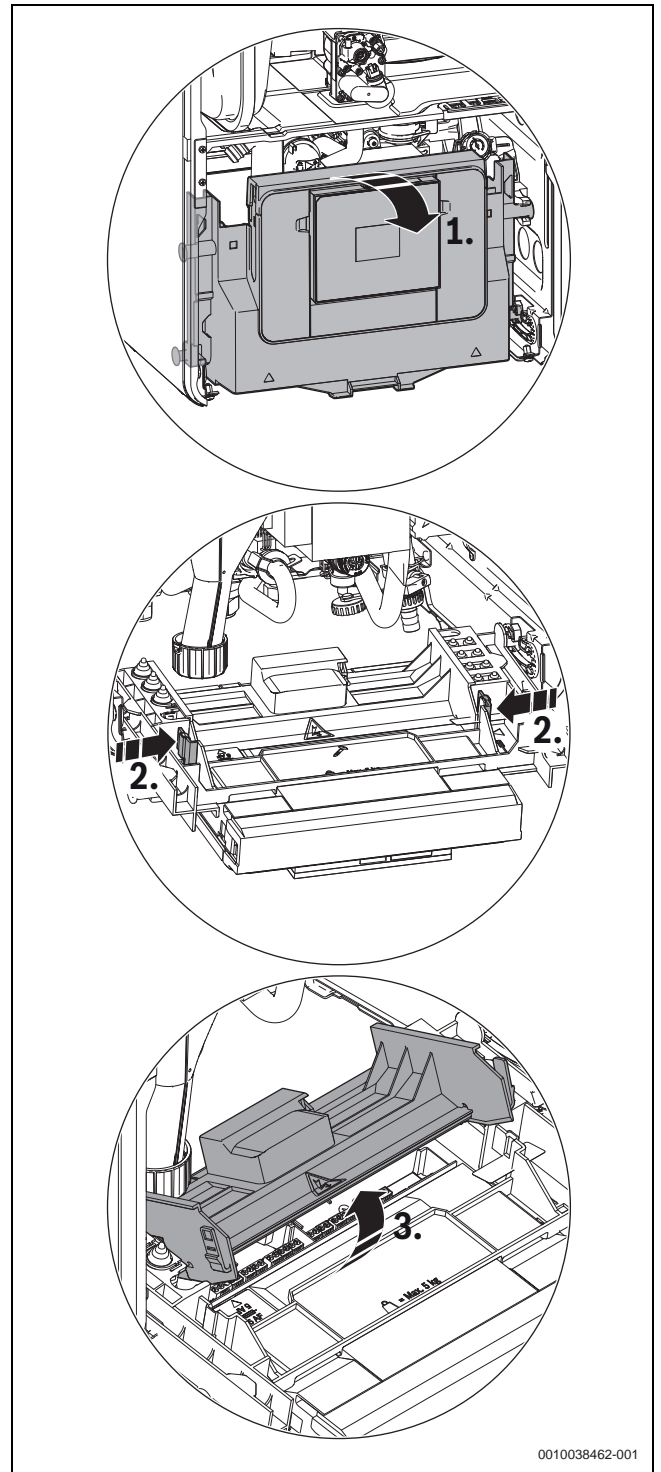

Bild 23 Abdeckung aufklappen
▶ Steuergerät nach unten klappen (→ Bild 23).